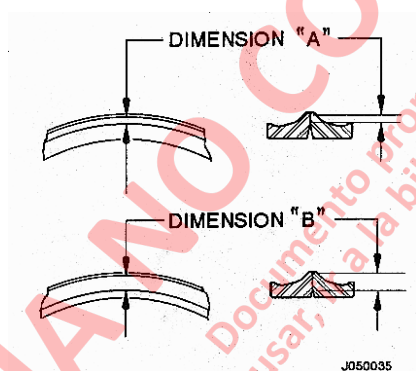

FIGURA 5-8. PROGRESION DEL DESGASTE DEL SELLO
Un nuevo sello tendrá una banda de contacto (dimensión "A", Figura 5-8) de aproximadamente 1,6 mm (0,06 in.) de ancho. A medida que se produce el desgaste, la banda de contacto se ampliará levemente (dimensión "B") y se desplazará hacia adentro hasta que alcance el diámetro interior y todo el conjunto del sello tendrá que cambiarse. Se puede estimar la vida útil remanente de un sello midiendo el ancho de la banda de contacto.
- a. Monte un tapón en una lumbrera de presión para aplicación de freno (2, Figura 5-8).